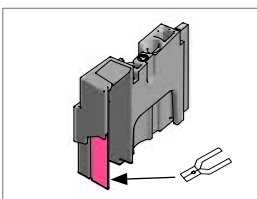
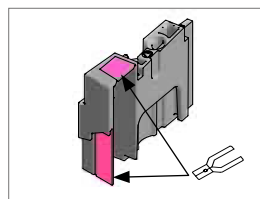
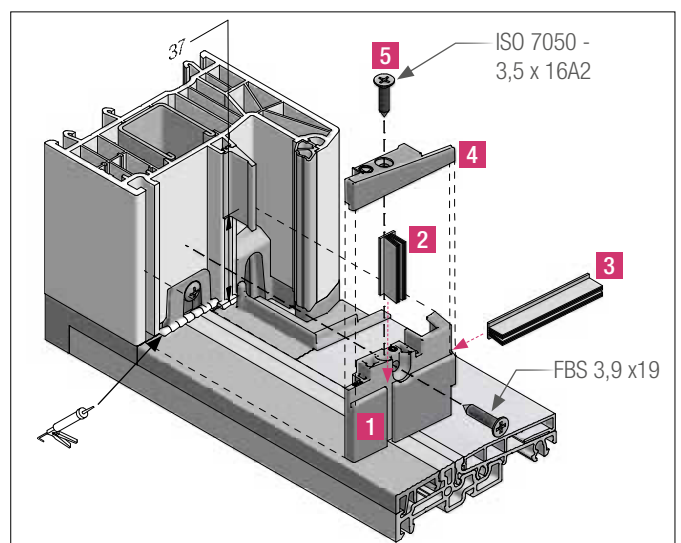

Abb. 11: Konfektion des Windstopps für die AD-Variante
Abb. 12: Konfektion des Windstopps für die MD-Variante
Abb. 13: Montage des Windstopps, 1358235/1358236
- Als nächstes wird der 2-teilige Windstopp, 1358235/1358236 im Rahmenfalz montiert (Abb. 13), dabei ist der Windstopp gem. Abb. 11 (für AD-Variante) bzw. Abb. 12 (für MD-Variante) zu konfektionieren.
- Das Unterteil des Windstopps **1** zur Schwelle hin mit Silikon abdichten, im Rahmenfalz montieren und mit einer Fensterbauschraube 3,9 x 19 verschrauben (Abb. 13).
- Bürstendichtung **3** in das Unterteil **1** des Windstopps einsetzen (Abb. 13).
- Das Oberteil **4** mit dem Unterteil **1** des Windstopps zusammenfügen und mit beiliegender Schraube **5** befestigen (Abb. 13).